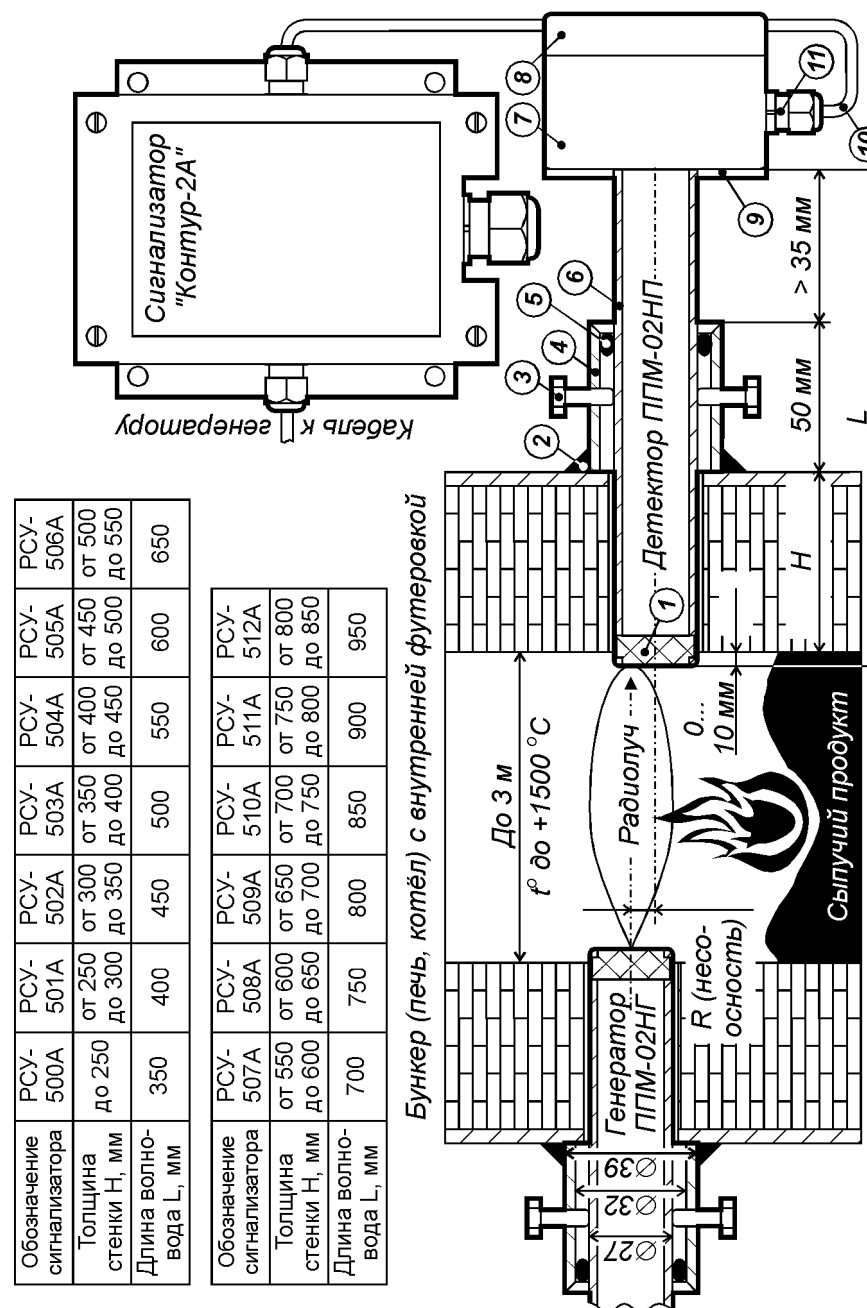

Рис. 1. Принцип действия датчиков уровня серии РСУ-500А.
Принцип действия датчиков уровня серии РСУ-500А (далее – «датчиков») основан на ослаблении амплитуды радиосигнала, проходящего сквозь слой контролируемого продукта (рис. 1).
В комплект поставки датчика входят микроволновые генератор и детектор. Они устанавливаются в соосные отверстия на противоположных стенках бункера: толщина стенок может достигать 850 мм (см. таблицу обозначений на рис. 1).
Генератор ППМ-02НГ и детектор ППМ-02НП имеют одинаковую конструкцию, показанную на рис. 1.
К корпусу через латунный фланец [поз. 9] прикреплен круглый волновод [поз. 6], изготовленный из терморезистивного металлического сплава. Со стороны контролируемого продукта волновод закрыт жаростойкой диэлектрической заглушкой [поз. 1]. Требуемая длина волновода L зависит от толщины футерованной стенки бункера и кодируется в обозначении типа датчика в соответствии с таблицей на рис. 1.
Установка генератора и детектора на бункер или его конический сход должна проводиться в строгом соответствии с рис. 1.
Сигнал, излучаемый генератором, является поляризованным: при повороте оси детектора относительно оси генератора (оси обозначены на рис. 1 штрих-пунктирной линией) чувствительность датчика резко снижается и при угле поворота в  $90^{\circ}$  падает практически до нуля.
1. Просверлить на противоположных стенках бункера, друг напротив друга сквозные отверстия диаметром 28...30 мм. Несоосность отверстий (R на рис. 1) не должна превышать 5% от внутреннего диаметра (сечения) бункера.
3. Измерить расстояние от внутренней поверхности футерованной стенки бункера до внешней грани крепёжной трубы. Отмерив указанное расстояние от торца керамической заглушки (поз. 1 на рис. 1) нанести на волновод (поз. 6 на рис. 1) соответствующую метку.
4. Избегая перекосов, вставить в подготовленные отверстия через крепёжные трубы генератор ППМ-02НГ и детектор ППМ-02НП до совпадения метки с внешним краем крепёжной трубы. Модуль должен быть установлен заподлицо с внутренней поверхностью стенки или выступать внутрь бункера не более, чем на 10 мм (см. рис. 1). При этом расстояние между внешней гранью крепёжной трубы и латунным фланцем (поз. 9 на рис. 1) должно быть не менее 35 мм.
6. Между волноводом и крепёжной трубой (см. рис. 1) необходимо проложить термостойкий шнур из комплекта поставки. Шнур укладывается равномерно слоем 1,5 – 2 витка и обеспечивает защиту пластикового корпуса генераторного (детекторного) модуля от открытого пламени.